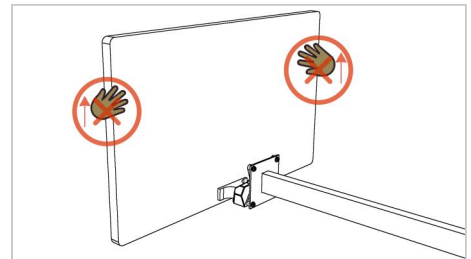

Figura 5
**Asegúrese de que el adaptador VESA se afloja al tirar del monitor hacia arriba. Esto se debe a que el monitor está diseñado para retirar la base del monitor original de Samsung.** (Figura 5)